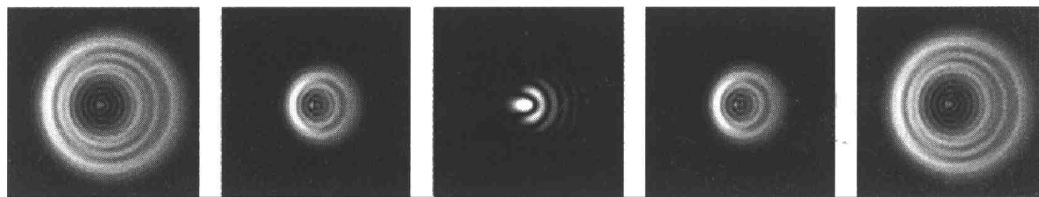

Рис. 7-4 Дифракционная картина асимметрична, затемнение смещено влево. Требуется юстировка.
1. Используя окуляр высокой кратности, расфокусируйте яркую звезду до появления дифракционной картины с затемнением в центре (рис. 7-4). Обратите внимание на смещение (асимметрию) картины колец.